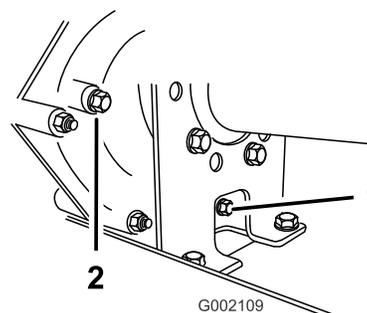

Figure 46
2. Essuyez la surface autour des bouchons de remplissage et de vidange avec un chiffon (Figure 46).
4. Dévissez et enlevez le bouchon de remplissage (Figure 46).
5. Dévissez et enlevez le bouchon de vidange (Figure 46).
6. Remettez et serrez le bouchon de vidange et le joint dans le trou de la transmission (Figure 46).
pour que le niveau de liquide atteigne le bas du filetage (Figure 46).
8. Remettez et serrez le bouchon de remplissage et le joint dans le trou de la transmission (Figure 46).
10. Contrôlez le niveau de liquide et faites l'appoint si le niveau est en dessous du filetage du trou du bouchon de remplissage (Figure 46).